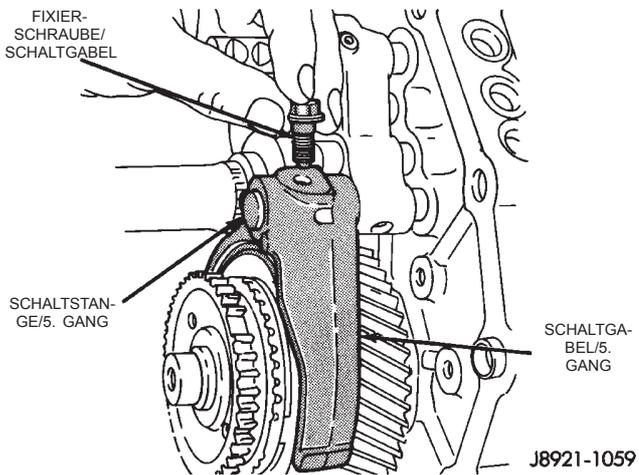
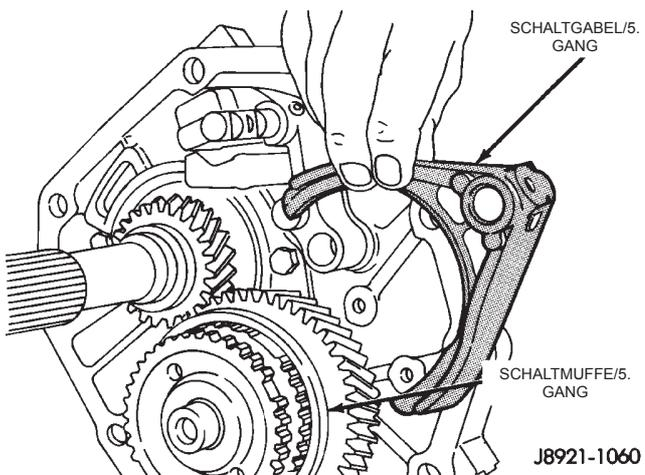

Abb. 53 Fixierschraube der Schaltgabel/5. Gang lösen
Abb. 54 Schaltgabel/5. Gang ausbauen
(4) Die Fixierschraube lösen, mit der die Schaltgabel für den fünften Gang auf der Schaltstange befestigt ist (Abb. 53).
(5) Die Schaltstange für den fünften Gang nach vorn schieben, bis die Schaltgabel freikommt.
(6) Die Schaltgabel für den fünften Gang von der Schaltmuffe trennen (Abb. 54).